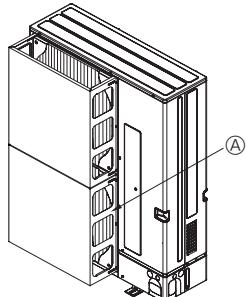

Fig. 2-4
- ② Installieren Sie eine als Sonderzubehör erhältliche Luftauslassführung, wenn die Anlage an einem Aufstellort installiert ist, an dem die Gefahr besteht, dass starker Wind direkt in die Luftaustrittsoffnung bläst. (Fig. 2-4)